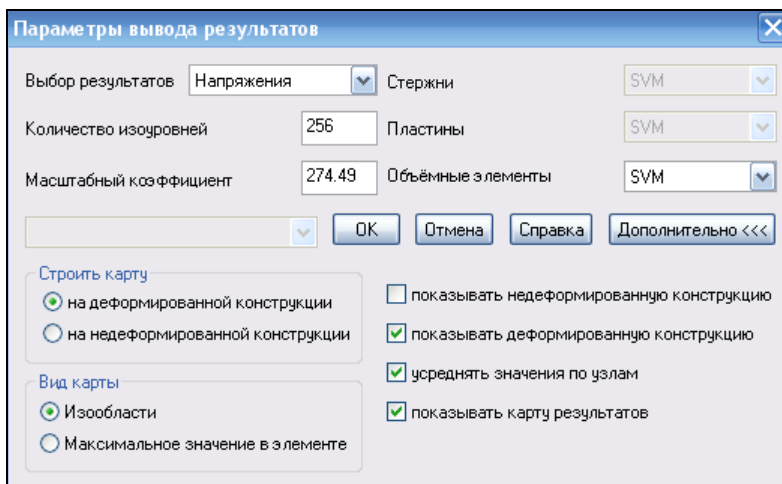

Рис. 10.27. Диалоговое окно **Параметры вывода результатов**
- ◆ по окончании прохождения всех этапов расчета нажмите кнопку **Карта результатов**  на панели **Результаты**. Появится окно **Параметры вывода результатов** (рис. 10.27), в котором разверните список **Выбор результатов**, нажав кнопку-треугольник. Вы увидите перечень групп результатов расчета.